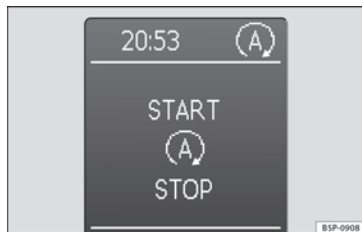

Fig. 133 Indicación en la pantalla del cuadro de instrumentos durante el funcionamiento Start-Stop.
- En la pantalla del cuadro de instrumentos se muestra información acerca del estado del funcionamiento Start-Stop » fig. 133.